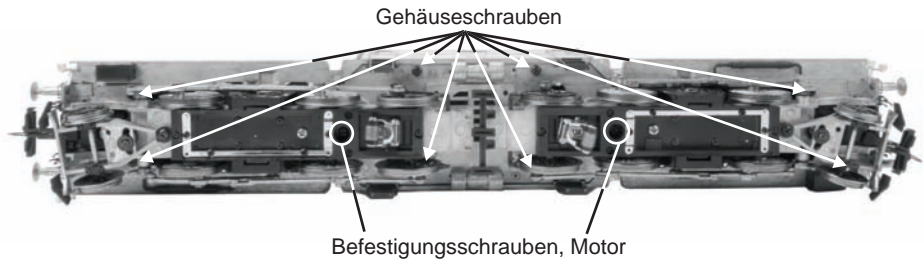

Abb. 9: Einbaulage der Befestigungsschrauben von Gehäuse und Motor
1. Zugang zum Motor/Getriebegehäuse verschaffen: Gehäusebefestigungsschrauben entfernen (siehe Abb. 9) und das Gehäuse vom Chassis abheben.
2. Bei abgebautem Gehäuse, die Fahrgestelle entfernen; dazu ist die schwarze Befestigungsschraube (Kreuzschlitz) des Motors auf der Unterseite Fahrgestells zu entfernen (siehe Abb. 9).